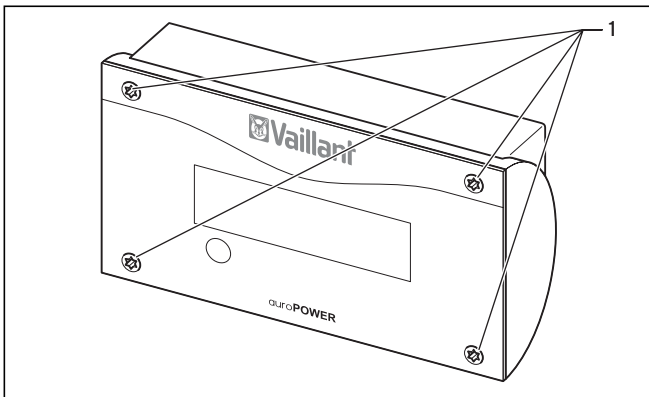

Abb. 4.1 VPI-Display/1
- Schrauben Sie dazu die vier Schrauben (1, in Abb. 4.1) mit einem Torx-Schlüssel heraus und nehmen Sie die Frontplatte ab.